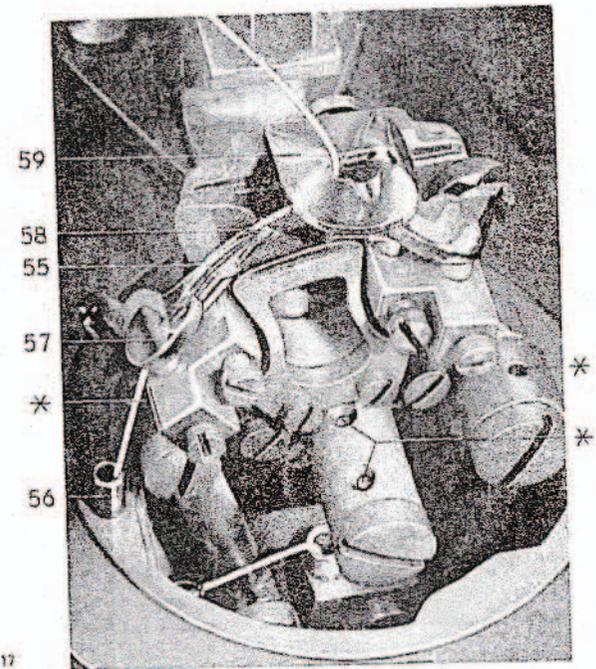

Abb. 17
8. nach rechts durch die Bohrung im Spreizeranschlag 57 (Abb. 17) von unten durch die Bohrung im Greifer 58 (der Faden muß in der Gabel des Spreizers 55 liegen) und weiter von unten nach oben durch das Stichloch in die Stichplatte 59.